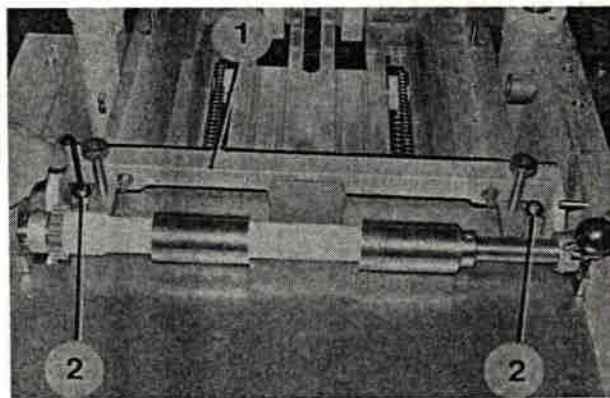

Bild 266
1. Maschine so lange am Handrad in Pfeilrichtung drehen, bis der Messerhalter (Bild 266/1) die höchste Stellung erreicht hat.
2. Beidseitig Befestigungsschrauben (Bild 266/2) des unteren Messerhalters herauschrauben, Messerhalter abnehmen.